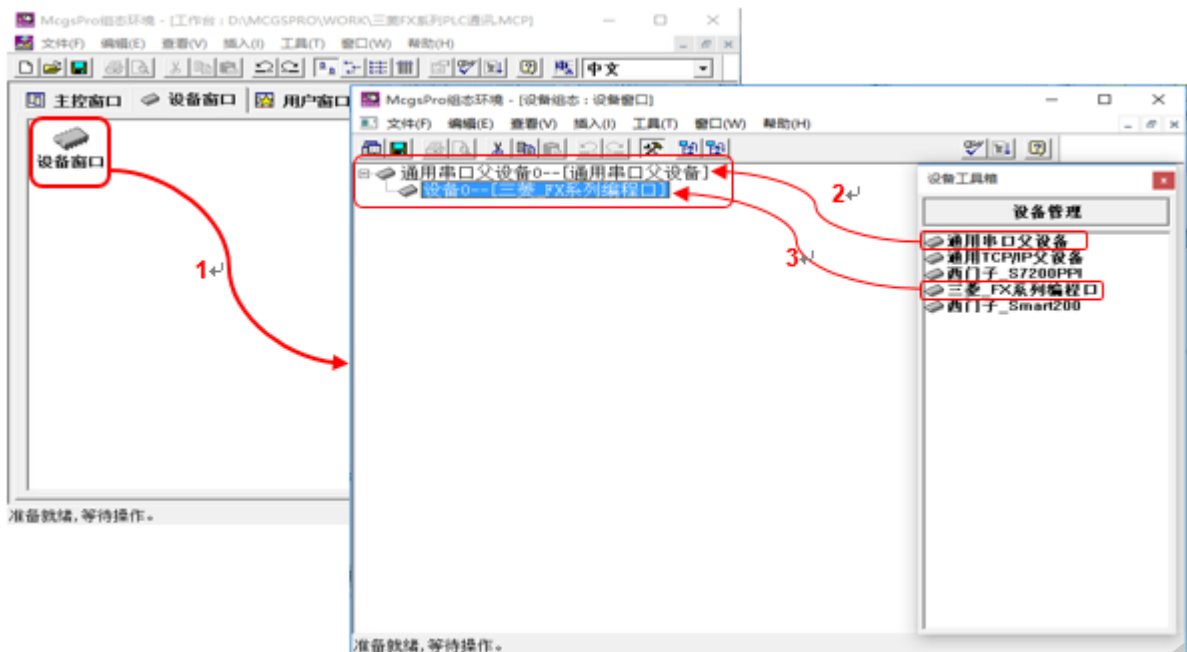

图 4.2.2
- 在工作台中激活设备窗口，鼠标双击设备窗口进入设备组态画面，点击工具条中的打开“设备工具箱”，在设备工具箱中，鼠标按顺序先后双击“通用串口父设备”和“三菱 FX 系列编程口”添加至设备组态画面，如图 4.2.2 所示。